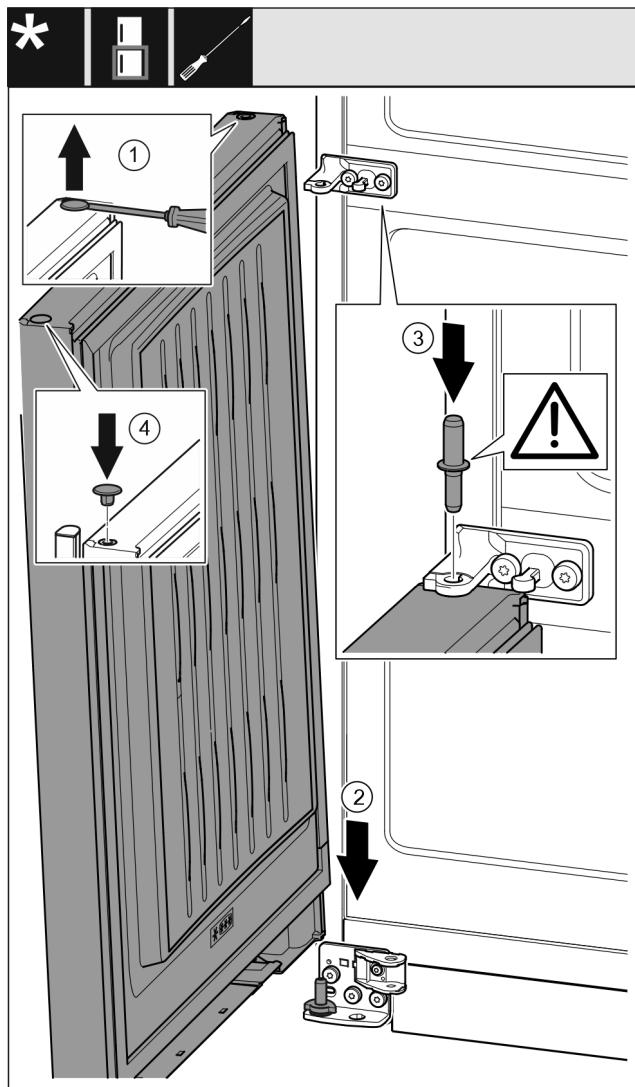

Fig. 39
- Осторожно приподнимите шлицевой отверткой заглушку и извлеките ее. Fig. 39 (1)
- Установите дверь сверху на нижний опорный палец. Fig. 39 (2)
- Вставьте середину опорного пальца через средний опорный кронштейн в нижнюю дверь. При этом следите за тем, чтобы выступ фиксатора был направлен назад. Fig. 39 (3)
- Снова вставьте заглушку с другой стороны. Fig. 39 (4)